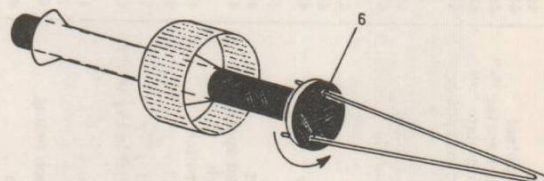

Fig. 2
- * D. Loosen spindle 6 from the front side using for instance, tweezers (Fig. 2).
- * D. De l'avant, détacher l'axe 6 par exemple à l'aide d'une pincette (fig. 2).
- * D. Per mezzo di una pinzetta, staccare l'asse 6 dalla parte frontale (fig. 2).
- * D. Vanaf voorzijde m.b.v. pincet asje 6 losdraaien (fig. 2).